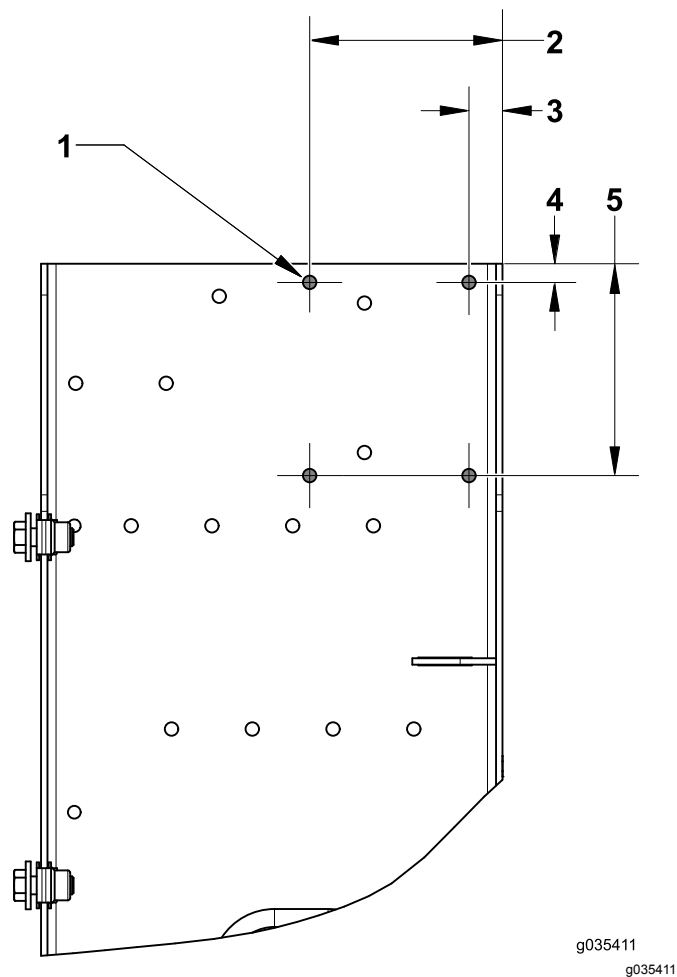

図 7
3. トランスミッタ用に、以下に示す穴を開ける (図 7)。